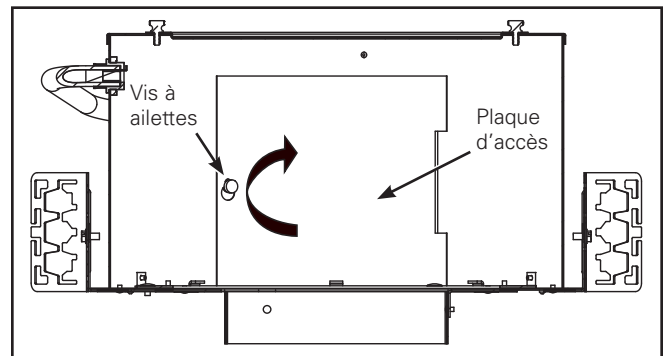

Figure 14.
1. Si fixé au plafond, retirez la garniture du boîtier puis dévissez les vis à ailettes, faites pivoter légèrement la plaque d'accès dans le sens horaire et tirez pour retirer (Figure 14).